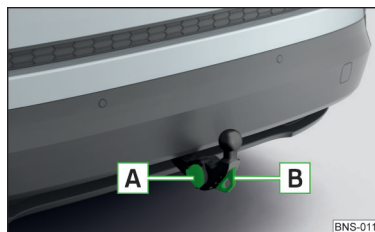

Fig. 317
- Branchez la prise mâle du câble de la remorque/de l'accessoire dans la prise à 13 pôles **A** » fig. 317. (Lorsque la remorque/l'accessoire dispose d'une fiche 7 pôles, utilisez un raccord réducteur correspondant des accessoires d'origine ŠKODA).